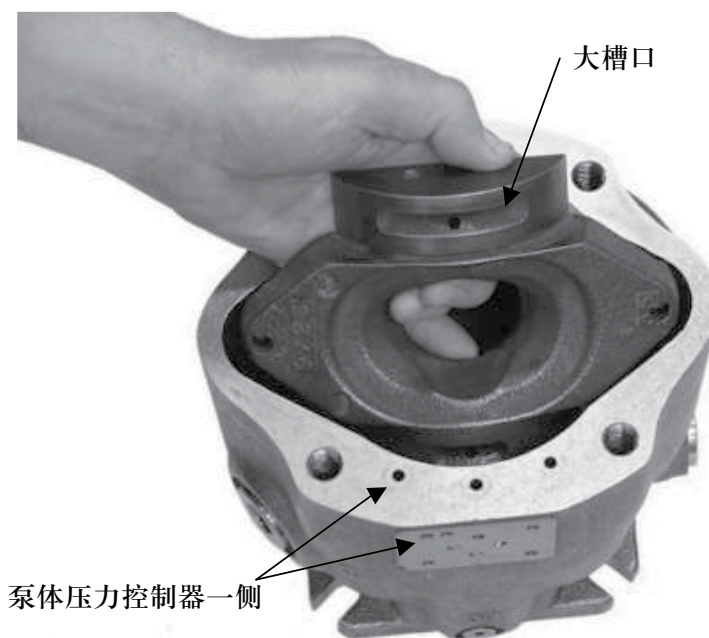

图 2
9. 从外壳上取下斜盘。见图2。
12. 在斜盘轴承表面涂一层薄薄的清洁油膜。将斜盘安装到壳体上。对于045规格的泵，斜盘必须倾斜安装才能装入壳体(图2)。